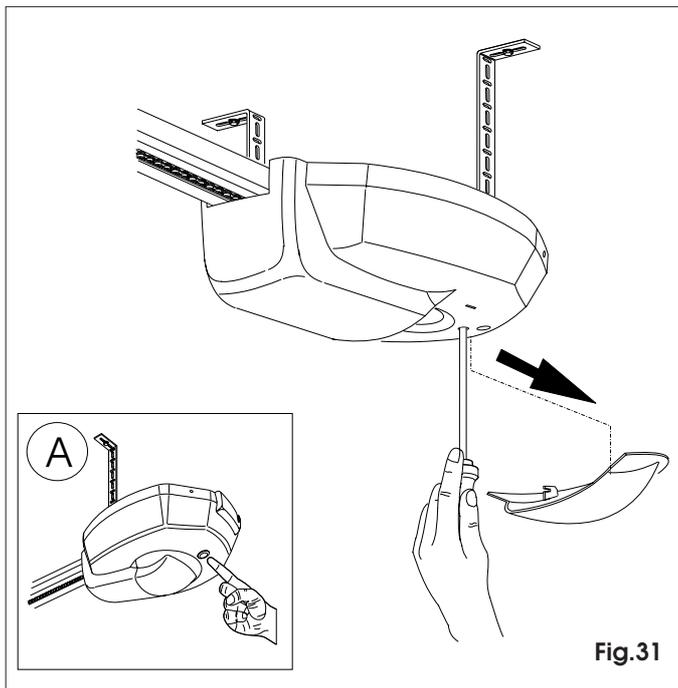

Fig.31
Fare slittare la plafoniera nel verso indicato dalla freccia (fig.31).
**ATTENZIONE: Qualora durante la fase di setup premendo il pulsante di OPEN (vedi fig.31 rif. A) l'operatore non effettui nessun movimento, accertarsi del corretto posizionamento del carter.**